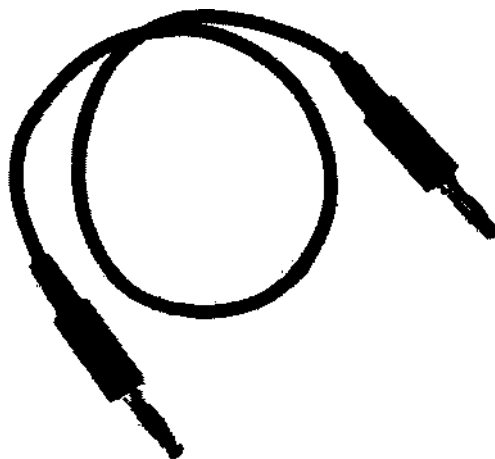

Рисунок 12 – Соединительный провод.
3.6.3 Соединительный провод (рис.12) – предназначен для передачи высокочастотного сигнала с генератора в биполярном и монополярном режиме.